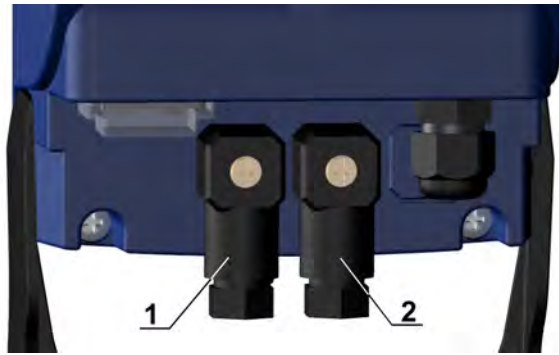

Fig. 13
REMARQUE: pour un amorçage rapide nous suggérons de placer le commutateur F/T (pos.1 fig. 14) sur le mode "T", tourner le potentiomètre de temporisation au maximum vers la droite et court-circuiter les broches 3 et 4 du connecteur d'entrée pour compteur d'eau (pos.2 fig. 13). Un contact de court-circuit fera fonctionner la pompe 60 secondes. Si cela ne suffit pas, établir un second contact en court-circuit.